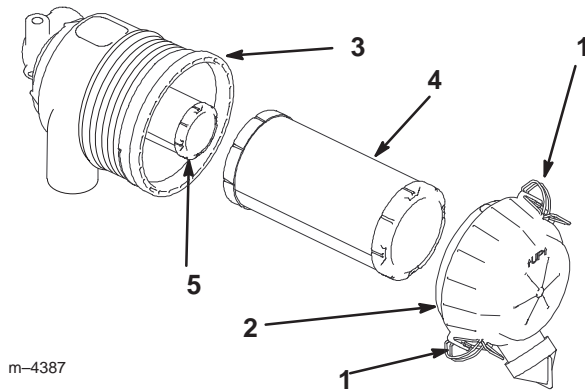

Figure 23
2. Dégagez les fixations du filtre et ôtez le couvercle du corps du filtre (Fig. 23).
4. Sortez l'élément primaire du corps du filtre avec précaution (Fig. 23). Évitez de cogner l'élément à l'intérieur du corps. N'enlevez pas l'élément de sécurité, sauf si vous voulez le remplacer également.
2. Si vous remplacez l'élément de sécurité, insérez-le avec précaution dans le corps du filtre (Fig. 23).
3. Installez ensuite l'élément primaire sur l'élément de sécurité avec les mêmes précautions (Fig. 23). Assurez-vous qu'il est bien engagé en appuyant sur le rebord extérieur de l'élément que vous installez.
4. Reposez le couvercle, le côté portant l'inscription UP étant tourné vers le haut, et verrouillez les fixations (Fig. 23).